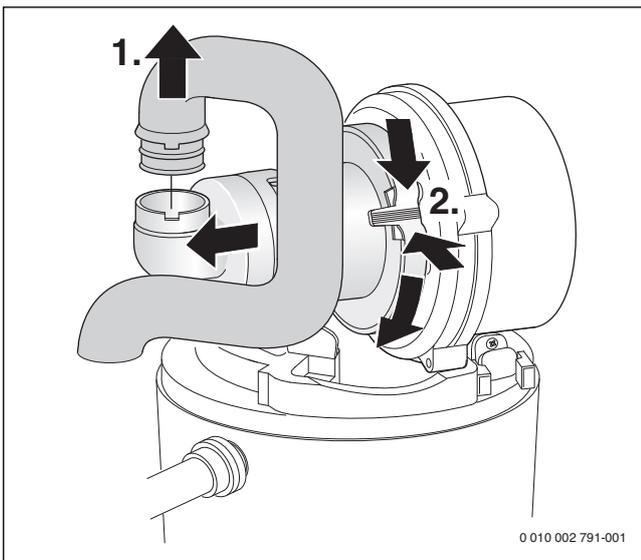

Bild 46 Saugrohr und Mischeinrichtung ausbauen
- ▶ Mischeinrichtung ausbauen (→ Bild 46).